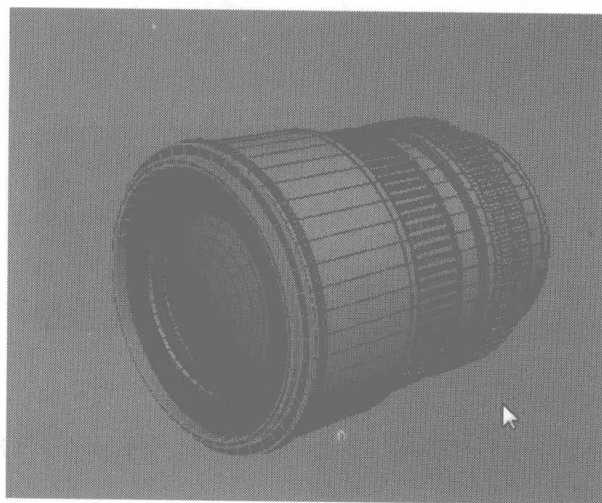

图 6.490
- 88** 不要取消对物体的选择，在工具栏中单击 按钮，并在视图中单击镜头物体，在弹出的对话框中设置对齐参数，此时效果如图 6.490 所示。